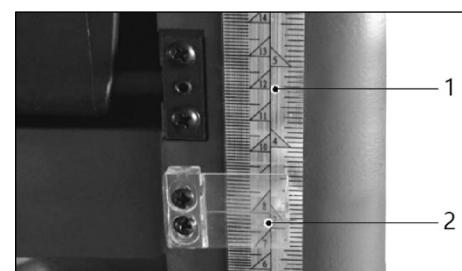

Рисунок 8.
У моделей BELMASH P1800 и BELMASH P2200M строгальные ножи стальные с двухсторонней заточкой. Модель BELMASH P2200MH оснащена строгальным валом Helical **3** (рис. 8) с твердосплавными пластинами. Они имеют квадратную форму со скруглением кромки (R150). Рекомендации по установке/замене читайте в п.п. 4.4.
- Используйте заготовку, с помощью которой вы провели установку параллельности оси рабочей платформы и рабочего стола. Размер ее вам известен. Сравните измеренную толщину доски с показаниями на шкале **1** (рис.8) по указателю **2**.